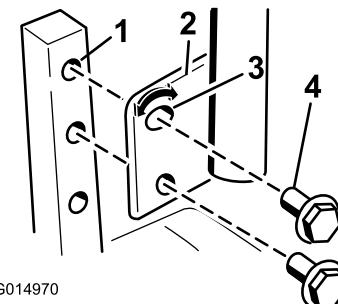

Figura 26
1. Retire los 2 pernos que fijan la palanca de control al brazo de la palanca (1).Figura 26
2. Mueva la palanca al juego de taladros siguiente. Fije la palanca con los 2 pernos (4).Figura 26
2. Afloje el perno inferior lo suficiente para poder desplazar hacia adelante o hacia atrás la palanca de control (Figura 26). Apriete ambos pernos para fijar el control en la posición nueva.